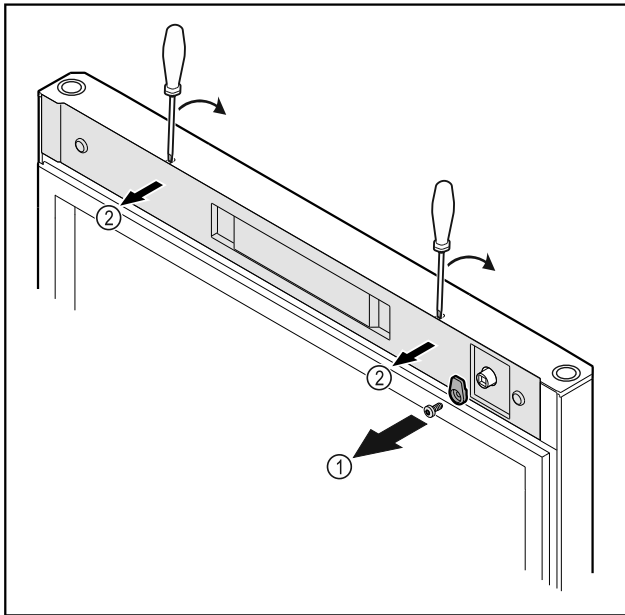

Fig. 8
- ▶ Schließhaken Fig. 8 (1) abschrauben.
- ▶ Abdeckung Fig. 8 (2) mit einem kleinen Schraubendreher ausrasten und abnehmen.